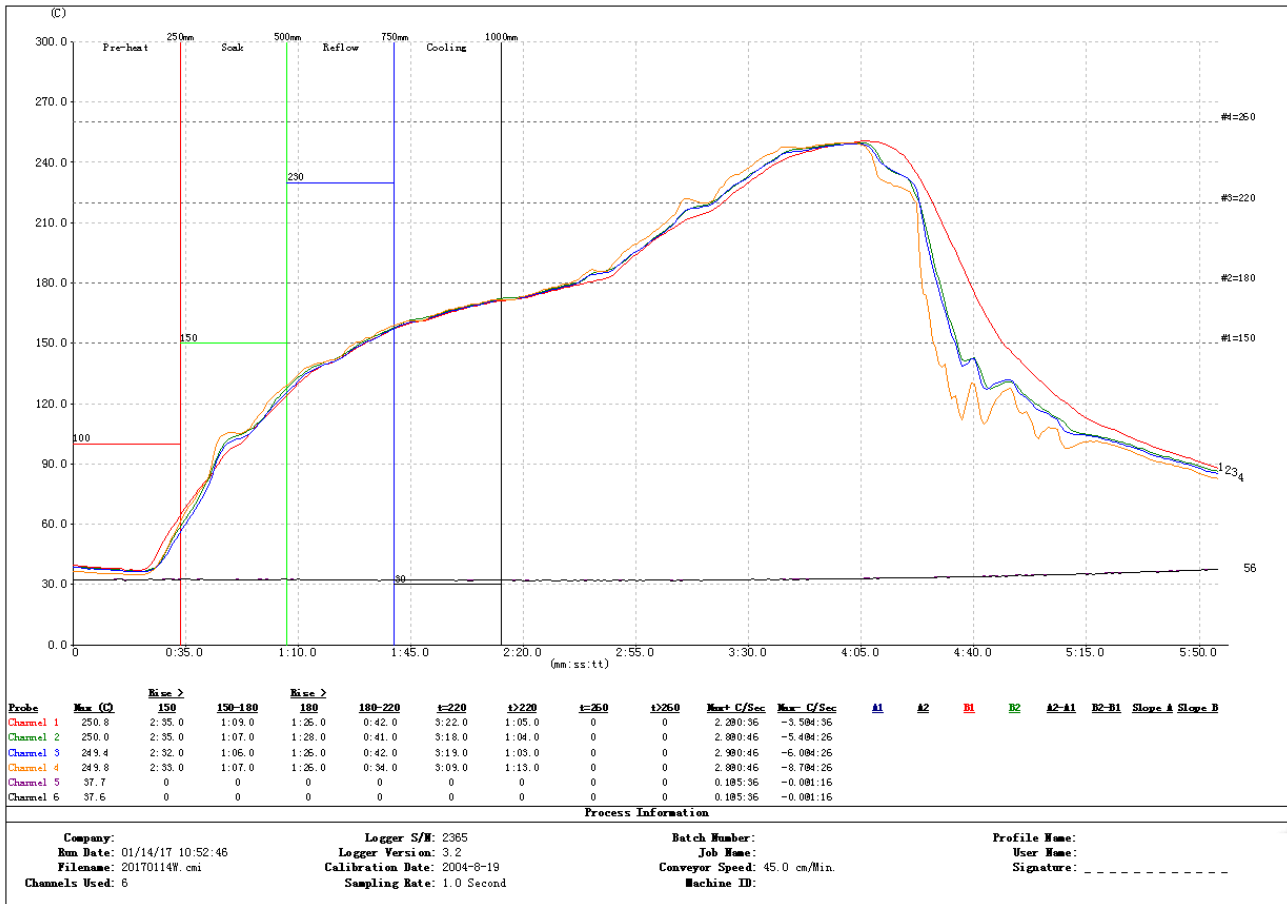

图 10 参考回流温度曲线
- 请根据回流焊曲线图进行 SMT 贴片，峰值温度 250℃，回流焊温度曲线如 5.5 节图 10 所示；